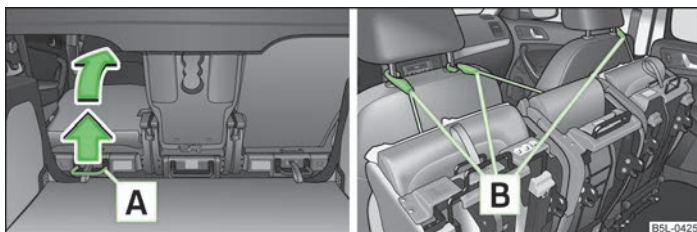

Fig. 51 Rabatarea completă spre înainte a scaunului / asigurarea scaunului rabatat spre înainte
- > Trageți maneta A » fig. 51 în sus și rabatați scaunul complet spre înainte.
- > Asigurați scaunul rabatat spre înainte cu ajutorul centurii de fixare B, de o tijă a tetierei scaunului din față » fig. 51.